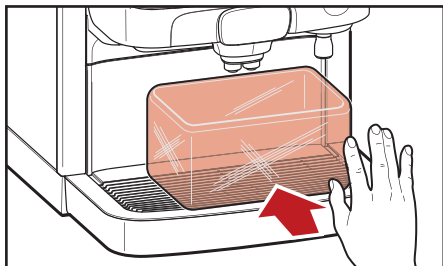

Рис. 5.5 - Поставить емкость
7. Поставить емкость под форсунками напитков и горячей воды (рис. 5.5)